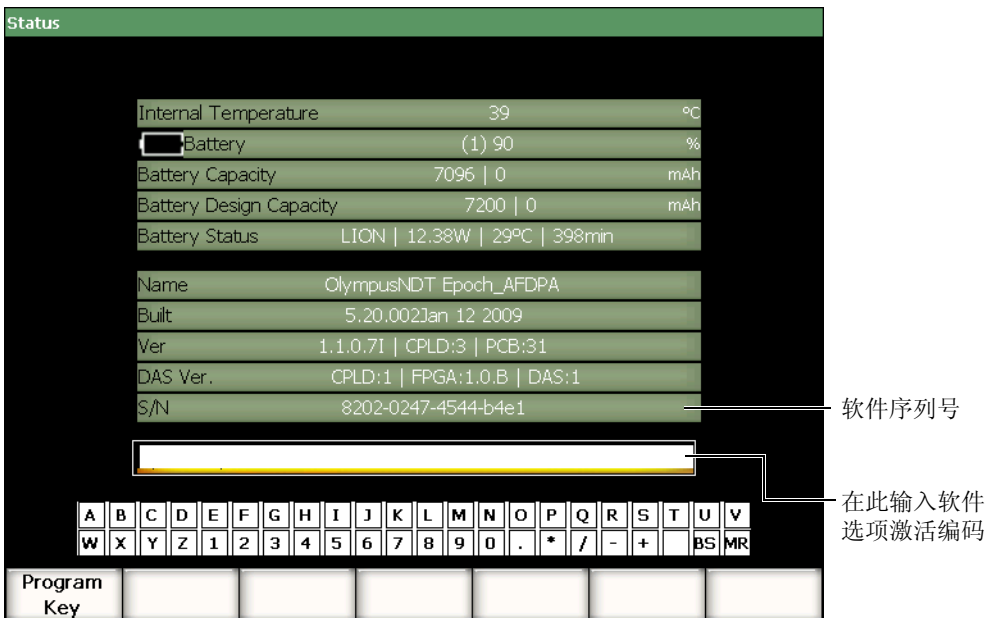

图 11-1 选项编码输入对话框
1. 选择 **3/5 > Inst Setup**（仪器设置）> **Status**（状态），打开 **Status**（状态）设置页面，如第 182 页的图 11-1 所示。
5. 使用虚拟键盘，在虚拟键盘上方的区域输入激活编码（参见第 182 页的图 11-1）。